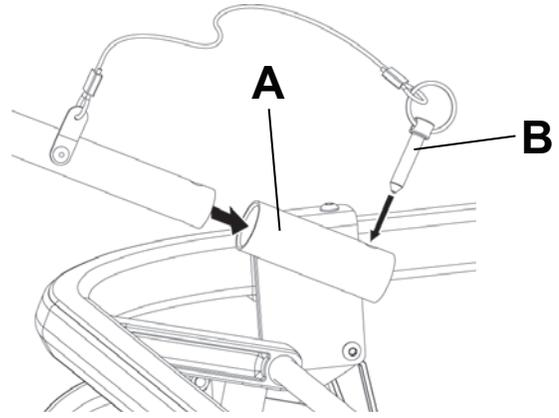

Abbildung 17 – Anbringen der optionalen Schub-/ Zuggriffe
1. Die Schub-/Zuggriffe in die Stecknüsse (A) am Kopf- und Fußende der Trage einführen (Abbildung 17).
2. Die Stifte (B) in die Öffnungen einführen, um den Griff an der Trage zu fixieren (Abbildung 17).